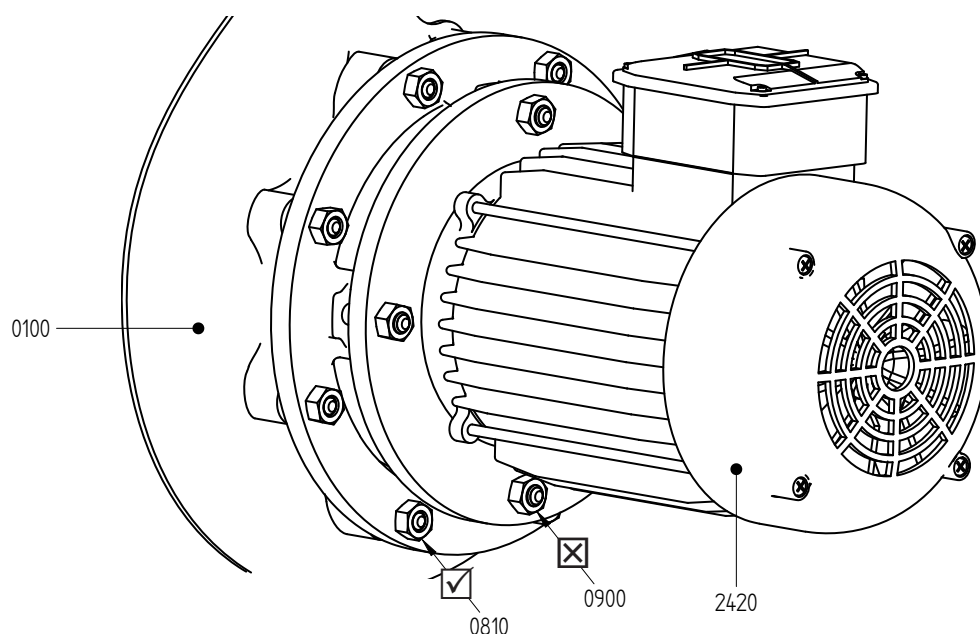
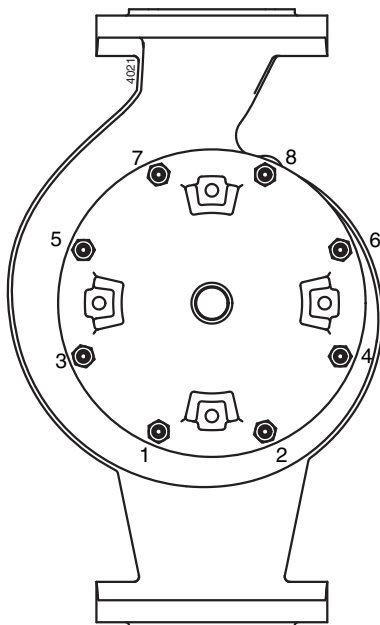

Figure 5: Position des écrous de fixation du moteur.
Figure 6: Séquence de desserrer les écrous de fixation.
- 1 Desserrez les écrous de fixation (0810) de la lanterne intermédiaire, voir figure 5. Si la pompe se trouve encore dans la tuyauterie il faut commencer par la partie inférieure en continuant ensuite les travaux de deux côtés en montant, voir figure 6.